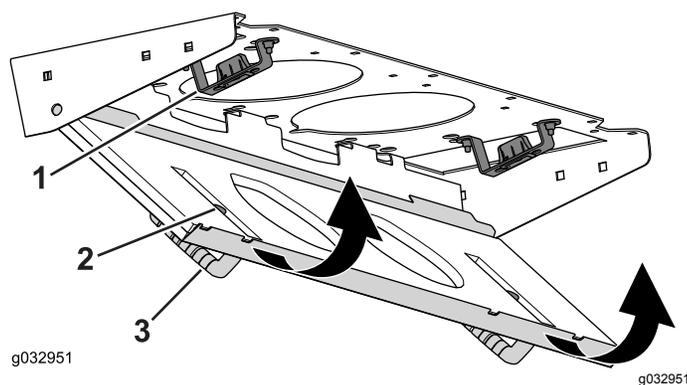

図 144
4. フィルタスクリーンを回転させてラッチをラッチ取り付けアセンブリにロックする 図 144。